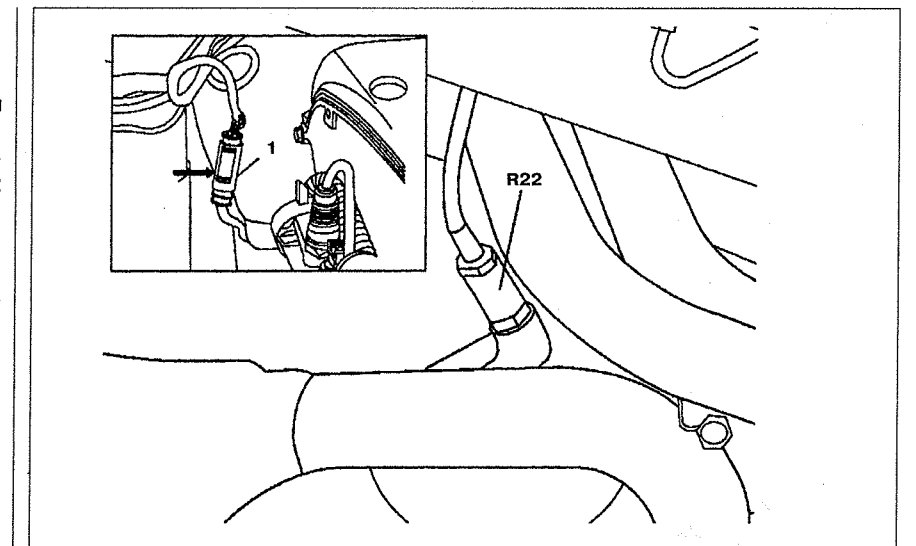

Рис. 2.130. Датчик кислорода: 1. Разъем проводки, Р22. Датчик кислорода.
2. Отсоедините разъем **1** от нагревателя датчика кислорода **Р22** (см.рис.2.130). Рассоедините зажим (стрелка) и снимите его.